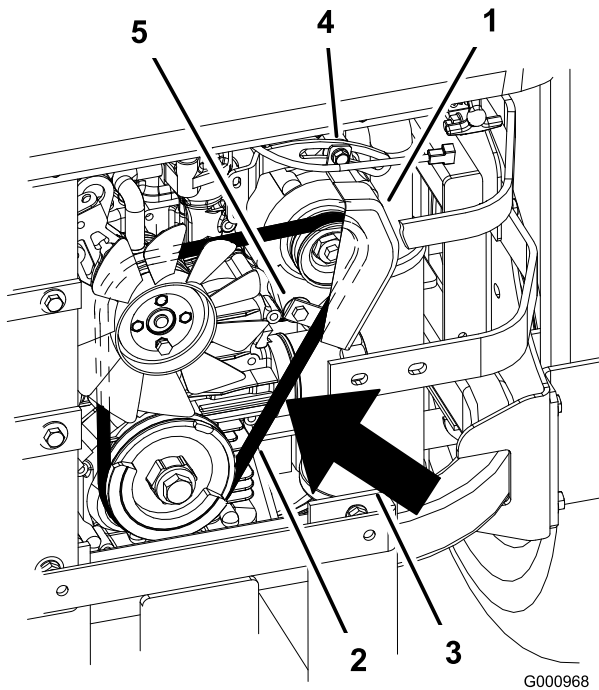

Figure 66
2. Réglez l'alternateur vers l'extérieur jusqu'à ce que la courroie présente une flèche de 7 à 9 mm quand une force de 10 kgf est exercée entre les poulies du moteur et de l'alternateur (Figure 66).
5. Si la flèche est correcte, serrez les boulons inférieur et supérieur (Figure 66).